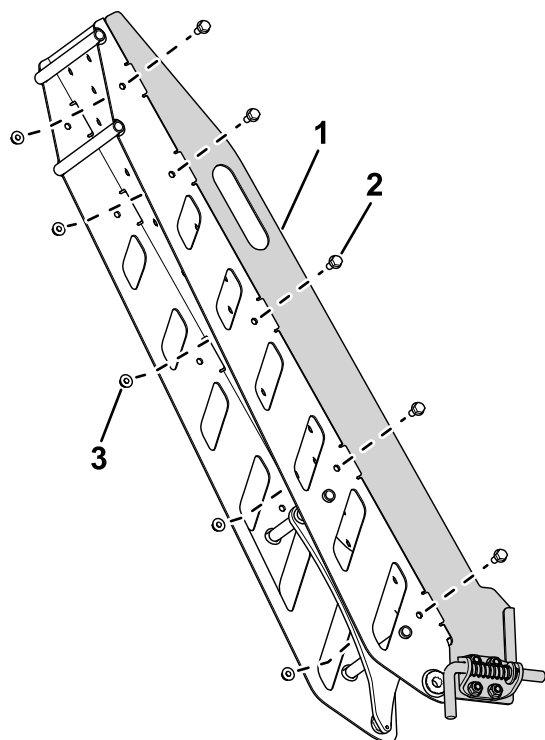

Figura 10
2. Utilizzate 10 bulloni (5/16" x 3/4") e 10 dadi autobloccanti (5/16") per fissare la piastra di guida al gruppo rampa (Figura 10).